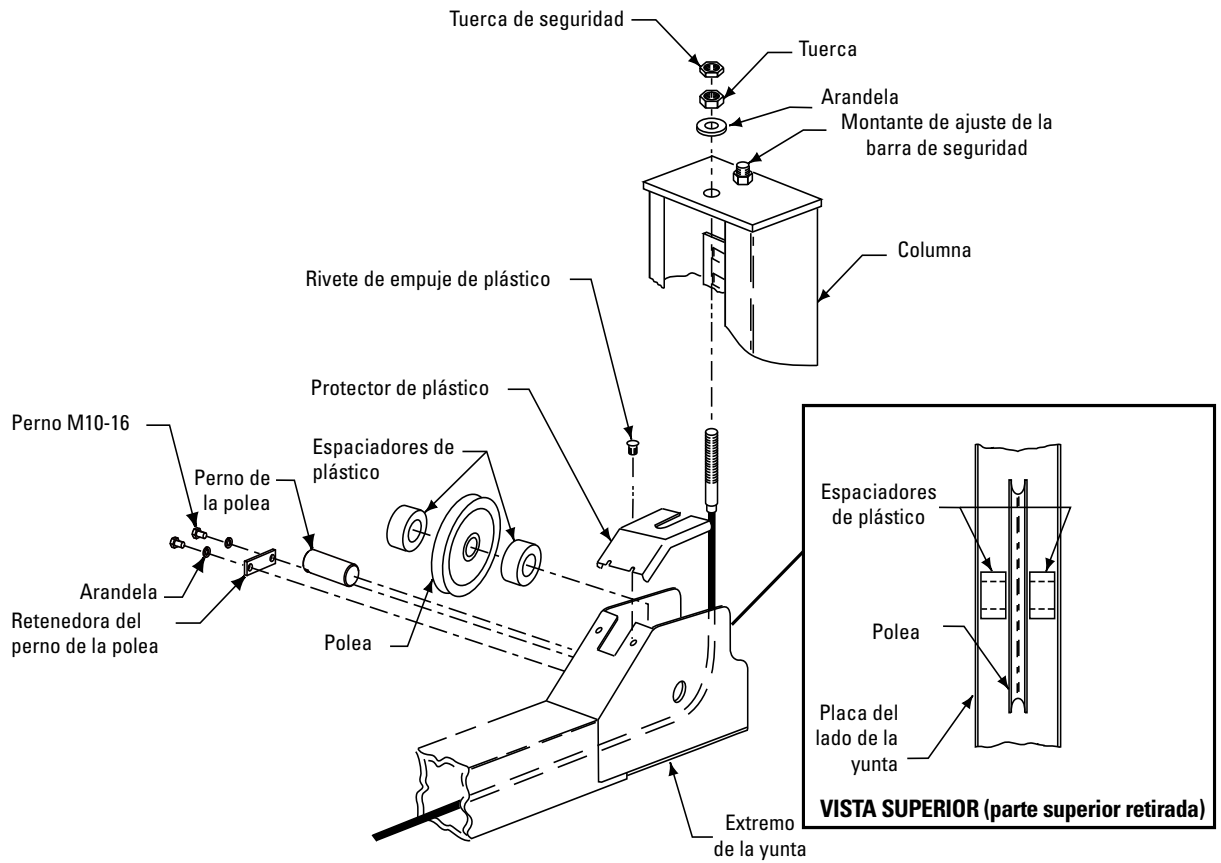

Fig. 8
- B. Retenga los pernos de la polea con (2) pernos M10-16 y la retenedora del perno de la polea. Una cada cable a la base superior de la columna con el espaciador, tuerca, y tuerca de seguridad, Fig. 8. Instale el protector plástico de la polea en cada extremo del yugo, Fig. 8. El diagrama de acordonado muestra una vista del atado completo, Fig. 9.
- G. Instale el extremo del yugo de la polea y los espaciadores de plástico, Fig. 8. Se coloca un espaciador de plástico a cada lado de la polea, recuadro Fig. 8.
Ajuste el cable con el elevador completamente descendido. Afloje la contratuerca y apriete la tuerca sobre el espárrago del cable en la parte superior de la columna hasta que el extremo del yugo se eleve 1/4" (6mm). Desenrosque la tuerca una vuelta. Apriete de nuevo la contratuerca. Repita el proceso para los cuatro cables. Consulte la Fig. 8.